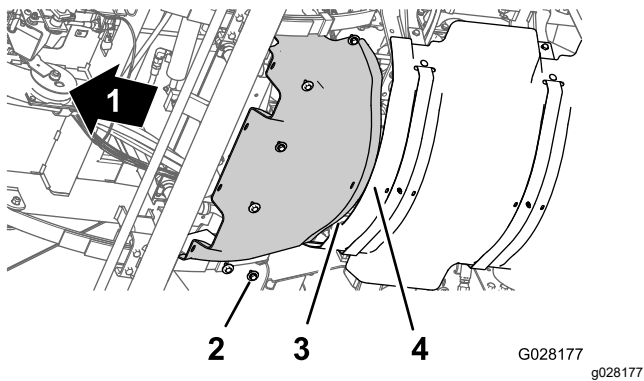

图 61
1. 将前隔热罩上的后凸缘与后隔热罩上的前凸缘对齐图 61。
2. 将前隔热罩上的孔与底盘上的螺纹孔对齐 图 61。
3. 使用 拆下前隔热罩 \(页码 44\) 的步骤 3 中卸下的 6 个六角头螺栓和 6 个垫圈 图 61 将前隔热罩组装到机器上。